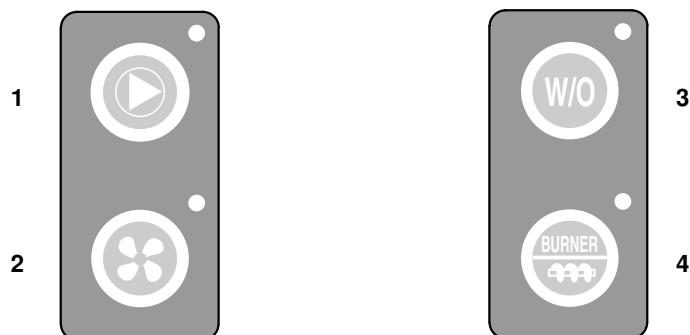

fig. 30
- **un gruppo per la selezione rapida di funzioni particolari**, costituito dai 4 tasti posti ai lati. (fig. 30)